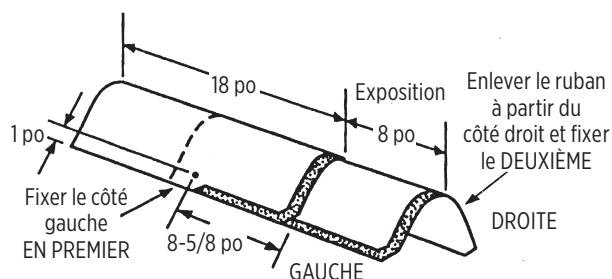

Figure 17-19 : Pose de bardeaux Shangle Ridge sur les arêtiers et les faîtages.
- Fixez chaque couronnement à l'aide de deux fixations (Figure 17-19). Les fixations doivent avoir une longueur de 1-3/4 po ou plus, de sorte qu'elles pénètrent de 3/4 po dans le platelage ou le traversent complètement, en exposant au moins 1/8 po du bout du clou. Exposez 8 po de l'accessoire le long de la ligne de faîte ou d'arête et couvrez toutes les fixations.